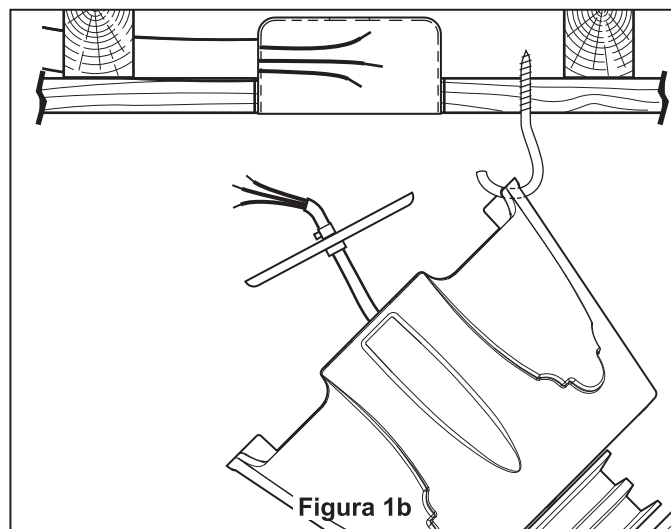

Figura 1b
- ☐ 3. Cuelgue la unidad del motor en el gancho del tirafondo para facilitar el cableado del motor del ventilador. (Figura 1b)